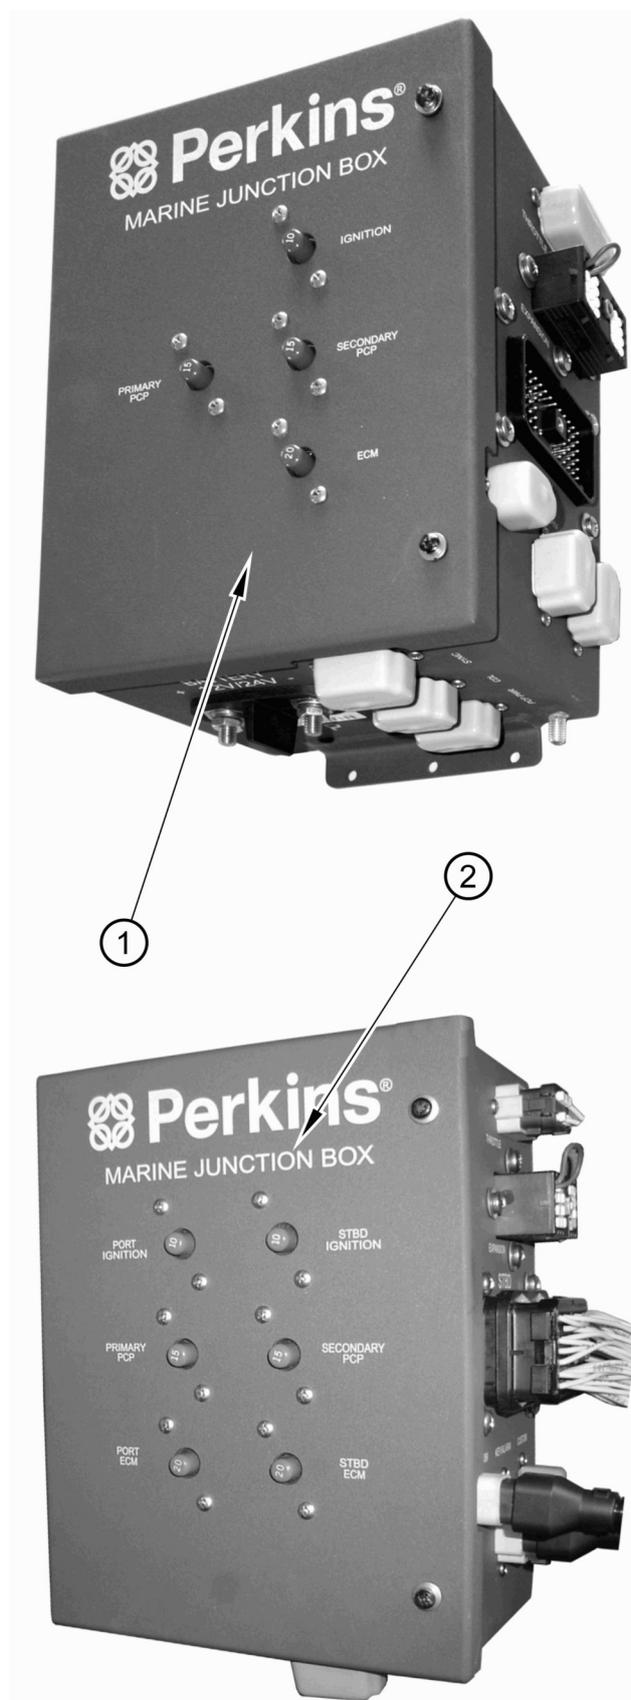

Figura 20
- Disponibile per applicazioni a motore singolo (figura 20 componente 1) o doppio (figura 20 componente 2).